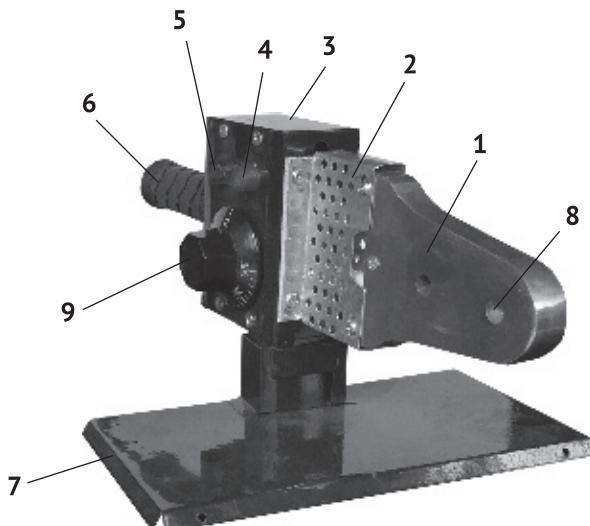

рис. 1
1.8 Общий вид представлен на рис. 1
1.9 В металлическом корпусе (рис.1 поз.3) расположены термостат и разводка проводов подключения нагревательного элемента и индикаторов. Между нагревательным элементом (рис.1 поз.1) расположена текстолитовая прокладка, предохраняющая корпус от нагрева. Поворотом ручки термостата (рис.1 поз.9) по часовой стрелке аппарат включается (с характерным щелчком) и выставляется нужная для сварки температура.
3.2 Выберите из набора парные насадки, подходящие по размеру свариваемой трубы и фитингу и закрепите их в отверстии (рис.1 поз.8) на нагревательном элементе. Поверхность тефлоновых насадок должна быть чистой.
4.1 Включите аппарат в сеть. При подключении высветится индикатор (рис.1 поз.4) зелёным цветом, информирующий о включении.
4.2 Повернув по часовой стрелке ручку термостата (рис.1 поз.9) включите аппарат и установите (по шкале) необходимую температуру, указанную изготавителем труб. При этом высветиться красным цветом индикатор нагрева (рис.1 поз.5).
4.3 Для достижения установленной термостатом температуры нагревательного элемента (рис.1 поз.1) и насадок требуется некоторое время. При достижении рабочей температуры, индикатор (рис.1 поз.5) погас, можно приступать к сварке.
Корректировку температуры производите установкой рукоятки терmostата (рис.1 поз.9).